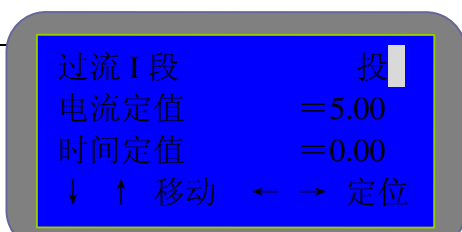
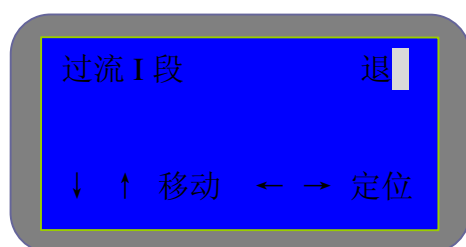

图 6-5
图 6-6
注：保护功能投运时，则显示参数项如图 6-5，如保护功能退出时，则不显示参数项如图 6-6。
3) 当某一项保护功能退出时，该保护的定值设定就不显示。如图 6-6，只有选择保护功能投时，才将设定项选择显示出来如图 6-5。